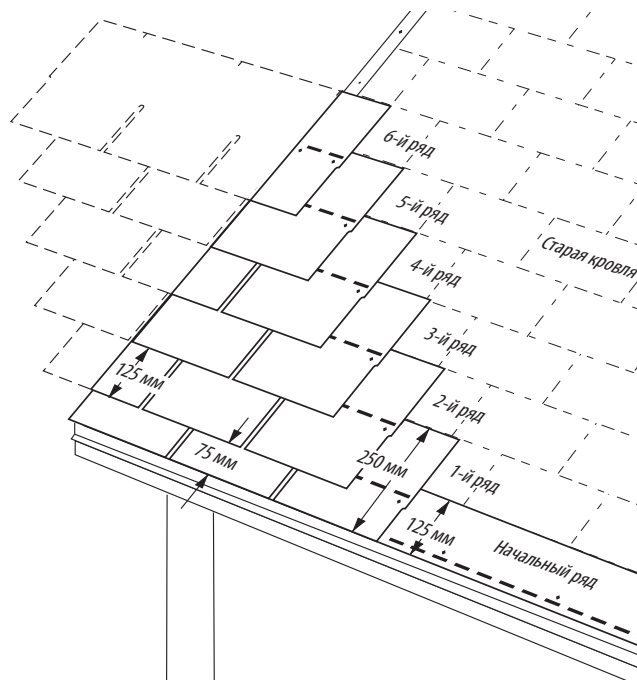

Рис. 10-20. Шесть вверх, на шесть обрезка, встык.
2. Отрежьте 15,2 см с любой стороны первого гонта начального ряда и уложите его поверх первого ряда старых гонтов, в левом нижнем углу крыши (Рис. 10-20).
1. Для укладки первого ряда используйте полосовые гонты размером 25,4 x91,4 см, изготовленные путём обрезки язычков стандартных гонтов в нижней части на 5 см (Рис. 10-20).
1. Отрежьте 15 см с левого края целого гонта. Уложите верхнюю кромку этого куска гонта размером 30х76 см встык с нижней кромкой гонта старого четвертого ряда. Выровняйте левый край с левым краем первого ряда (Рис. 10-20).
2. Уложите этот кусок гонта длиной 61 см на второй ряд, оставив язычки гонтов второго ряда открытыми на 12,7 см. Верхняя кромка нового гонта в этом ряду должна соединяться встык с нижней кромкой пятого ряда старых гонтов (Рис. 10-20).